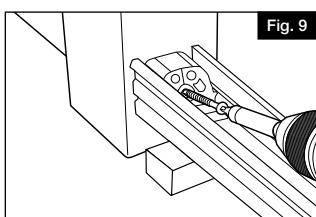

Fig. 9
- b. Sécurisez le support d'attache et le longeron inférieur pré perforé au poteau à l'aide des 6 #10 x 2.5" (no. 10 x 6,35cm) vis de montage (G), par support d'attache (Figure 9). Commencez par la vis centrale inférieure comme indiqué pour éviter un défaut d'alignement.